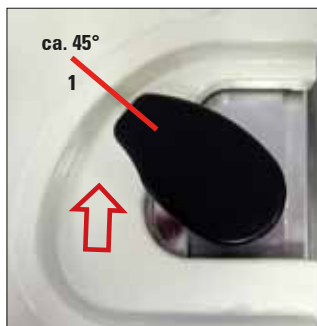

Fig. 72
- Ruotare lo sblocco della storta in senso orario di ca. 45° fino a battuta (fig. 72, 1) e rilasciare.